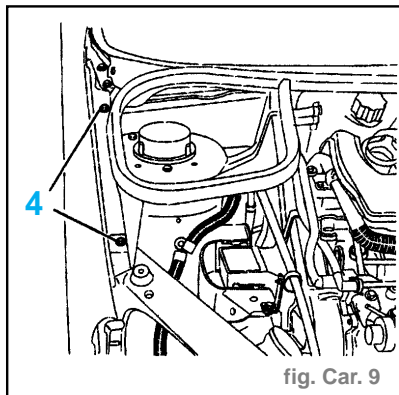

fig. Car. 9
- Déposer les fixations (4) (fig. Car. 9).